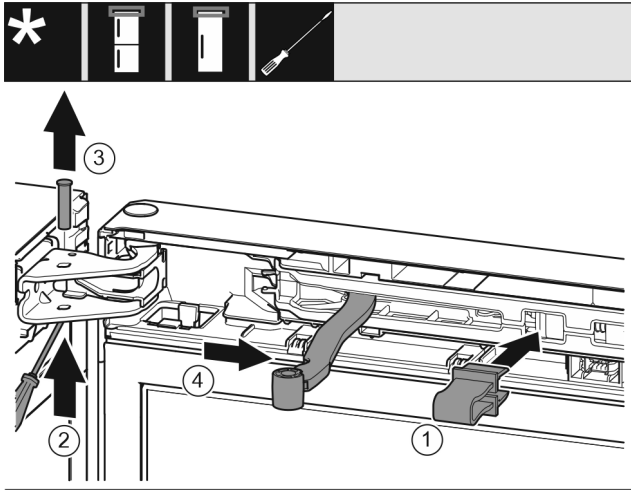

Fig. 9
- Pattintsa be a biztosítékot Fig. 9 (1) a nyílásba.
- Tolja ki a csapszeget Fig. 9 (2).
- Vegye ki felfelé a csapszeget Fig. 9 (3).
- Forgassa az ajtó irányába a csuklót Fig. 9 (4).